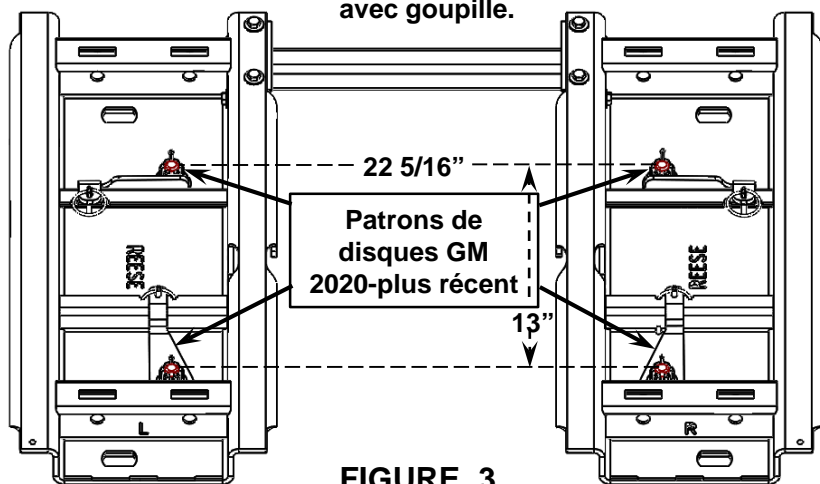

FIGURE 3
1. Identifier chaque patron sur votre camionnette ou l'année modèle (Voir Figure 3). Sélectionner et installer les goupilles en T, les bagues des goupilles en T, les leviers et les écrous crénelés, tel qu'illustré (Voir Figure 1). Attention : Le trou de plus grand diamètre de la bague de goupille en T doit pointer vers le bas. Serrer l'écrou crénelé à la main mais ne pas installer la goupilles à anneau pour l'instant. Cela se fera après les ajustements finaux dans la camionnette.
2. Une fois les leviers avec leurs goupilles en T installés sur les deux (2) traverses de montage, installer chaque traverse séparément sur la plateforme de camionnette avec les leviers en position ouverte. Garder les traverses de montage séparées pour faciliter le soulèvement. Chaque traverse de montage est dotée d'un « R » ou d'un « L » usiné dans leurs entretoises. La traverse structurale sera boulonnée sur l'extrémité avant des traverses de montage. Fermer les leviers avec goupilles en T et installer les goupilles à anneau ou arceau pour garder les leviers fermés.
3. Faire pivoter les quatre (4) leviers en position verrouillée/fermée.
4. Placer les goupilles à anneau/arceau à travers les trous des leviers tel qu'illustré ci-dessus (Figure 3).
1. Retirer la goupille à anneau/arceau des trous de levier sur l'adaptateur (Figure 3). Conserver les goupilles à anneau.
2. Faire pivoter les quatre (4) leviers en position déverrouillée (illustré ci-dessous).